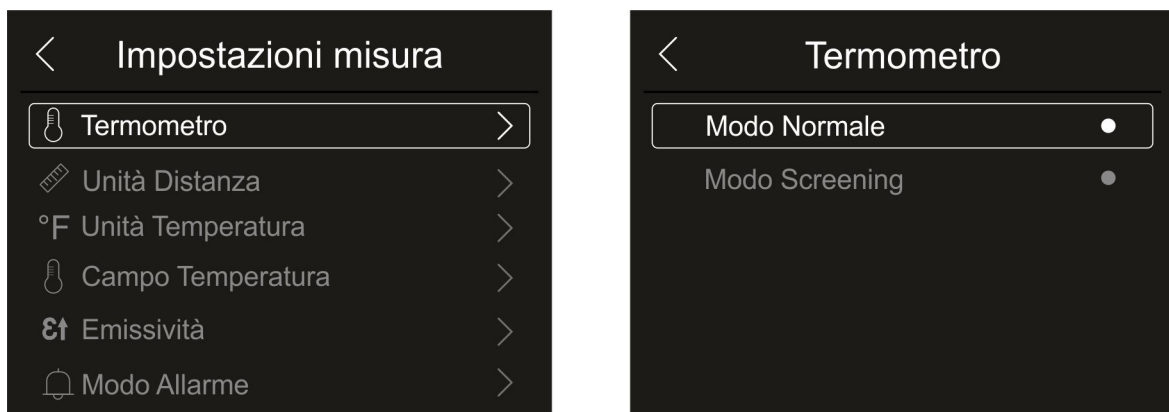

Fig. 24: Menu Termometro
1. Toccare la voce “Termometro”. La videata di Fig. 24 – parte destra è mostrata